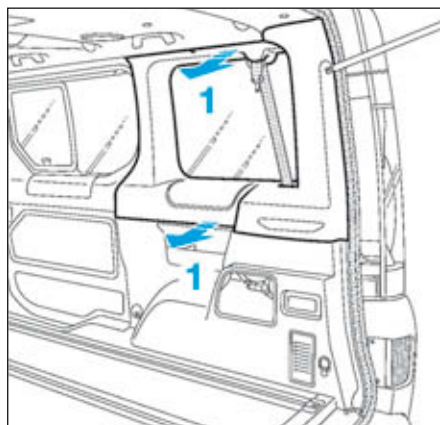

FIG.55
- Déclipper la garniture supérieure (1) (Fig.55) en prenant soin de séparer la sangle de ceinture de sécurité de la garniture.